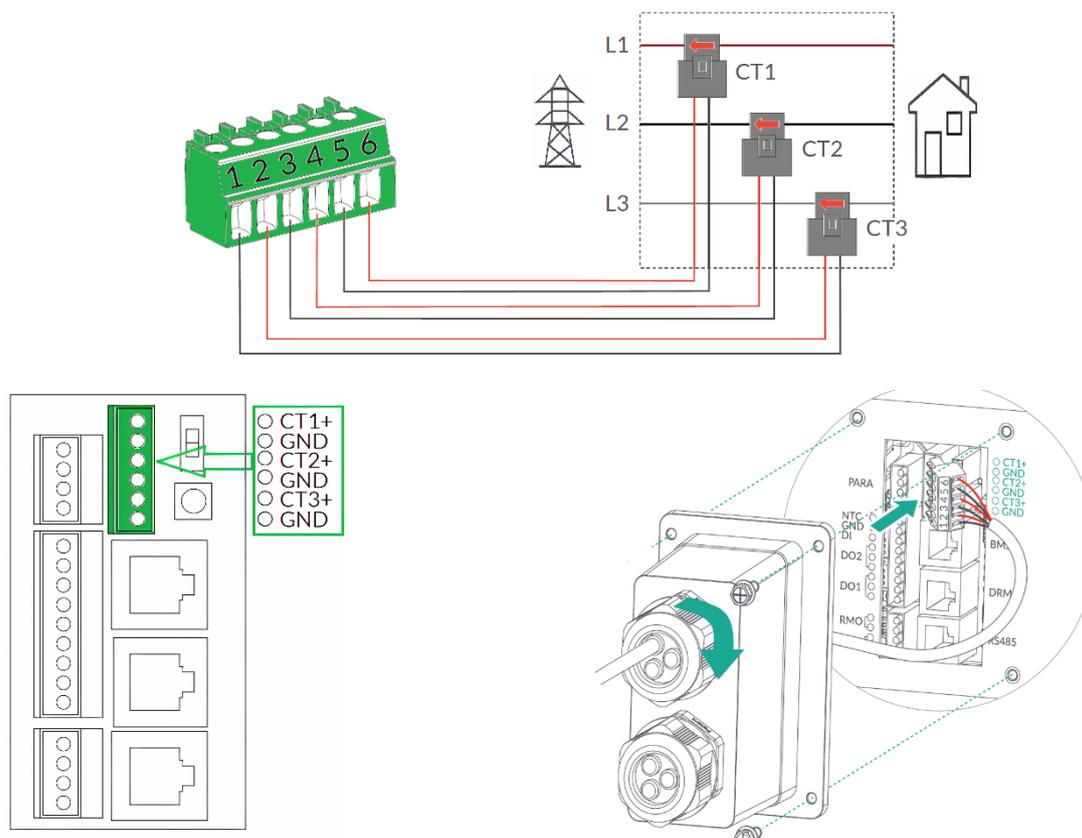

Abbildung 26: Anschluss Klappwandler/CTs
- Klappwandler bei Bedarf anschließen gemäß Abbildung 26